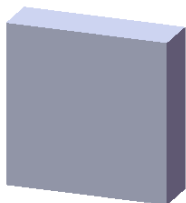
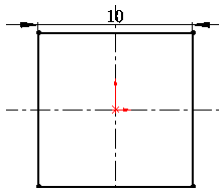

图 10.3 凸台—拉伸 1
图 10.4 横断面草图
Step2. 创建图 10.3 所示的零件基础特征——凸台—拉伸 1。
(1) 选择命令。选择下拉菜单 **插入(I)** → **凸台/基体(B)** → **拉伸(S)...** 命令(或单击“特征 (F)”工具栏中的  按钮)。
(2) 定义特征的横断面草图。选取前视基准面作为草图基准面, 绘制图 10.4 所示的横断面草图。